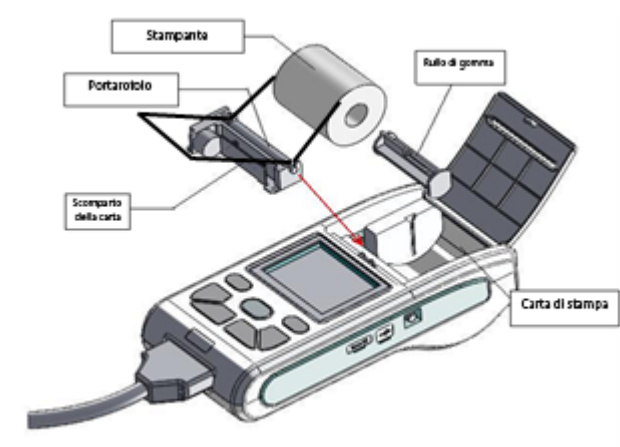

Figura 6-1 Installazione della carta di stampa
1. Come mostrato nella Figura 6-1, premendo il coperchio dello scomparto carta questo si solleverà automaticamente. Estrarre il portarotolo e inserirlo nel nuovo rotolo di carta di stampa come mostrato nella figura. Posizionare il rotolo della carta di modo che il lato con le griglie sia rivolto verso il basso, quindi inserirlo nuovamente nella posizione corrispondente all'interno dello scomparto della carta; premere il rullo di gomma in modo che aderisca alla carta di stampa.